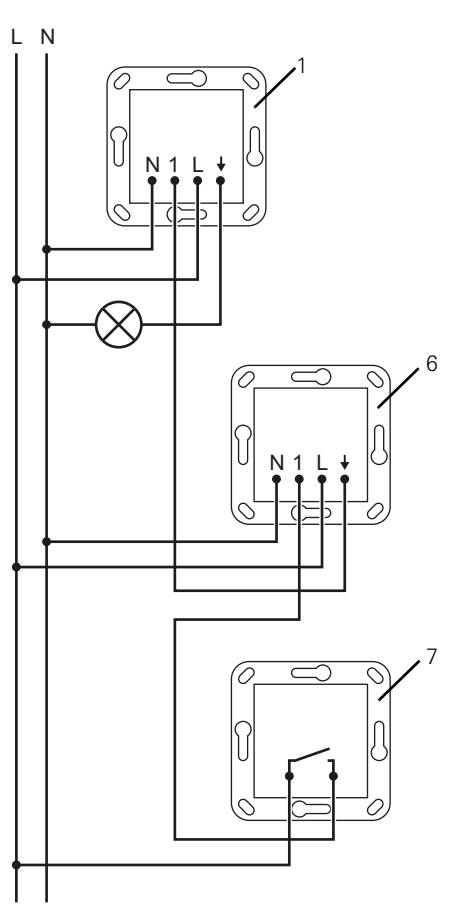

Figure 4: Schéma de raccordement avec poste secondaire
Pour étendre la zone de détection, raccorder des Sensotec LED supplémentaires, voir schéma de raccordement (figure 4). Le poste principal évalue alors les signaux de mouvement des postes secondaires.
- Raccorder le module encastré selon le schéma de raccordement (figure 4).